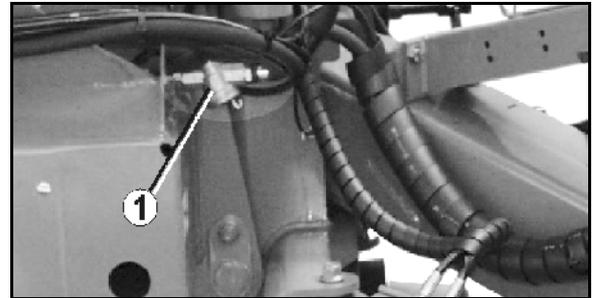

Fig. 91
1. Comprimer la pièce d'obturation (Fig. 91/1) au niveau des deux pattes.
4. Comprimer la pièce d'obturation (Fig. 91/1) au niveau des deux pattes.